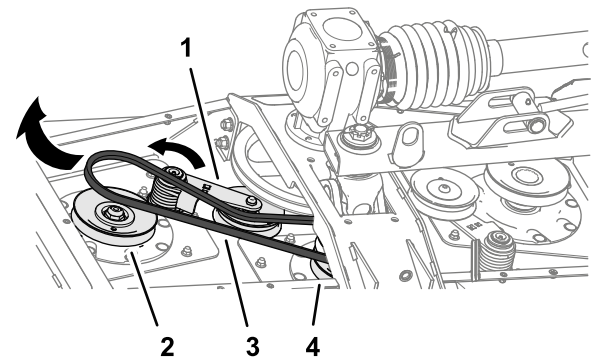

Figura 60
3. Utilice una llave de extensión o una herramienta similar para girar el tensor de la correa corta en sentido antihorario y deslice la correa para sacarla de la polea del tensor (Figura 60).